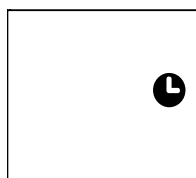

Fig. 4
- Prima várias vezes até o tempo correspondente ser exibido. Aguarde cerca de 5 segundos, o temporizador será ativado, em seguida, apenas o símbolo  será exibido no ecrã (fig. 4).